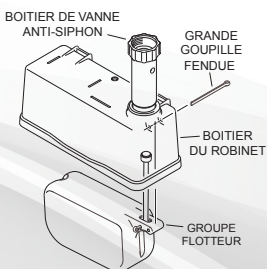

Figure 3
- Placez le groupe flotteur à l'intérieur du boîtier de robinet puis faites glisser la grande goupille fendue de 2 pouces 1/4 à travers le boîtier et le groupe flotteur (voir figure 3). Écartez légèrement les extrémités de la grande goupille fendue à l'aide des pincettes. Lorsqu'il est correctement monté, le groupe flotteur doit pivoter sans accrocher autour de la goupille fendue à l'intérieur du boîtier de robinet.